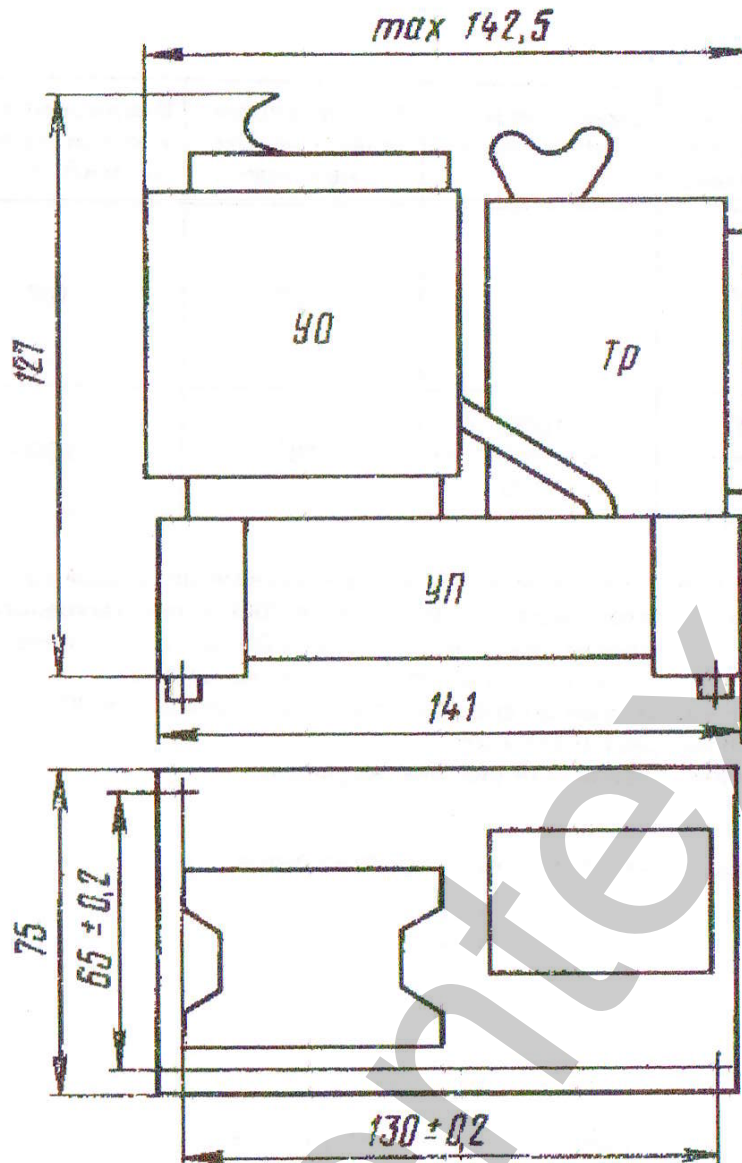

Рис. 1. Габаритные размеры усилителя
- 2.15. Габаритные размеры усилителя указаны на рис. 1.